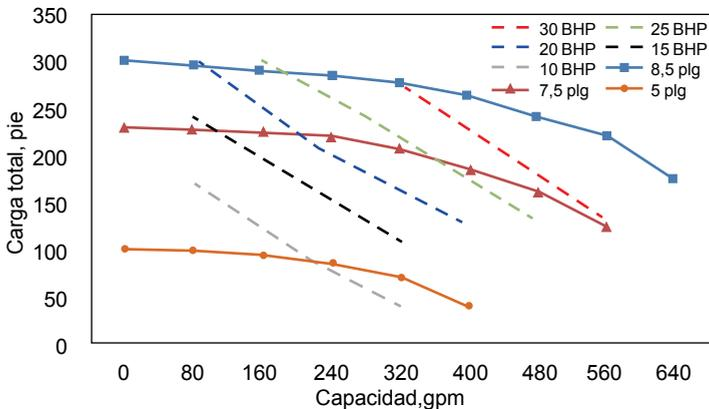

Figura 41. Curva de la bomba para problemas propuestos.
1. Teniendo en cuenta la figura 41, determine cómo cambian la capacidad, la carga y la potencia al freno (B. H. P.) cuando se pasa de 5" a 7.5" de diámetro de impulsor. Sugerencia: seleccione un punto de carga y capacidad para el diámetro menor, vaya en diagonal hacia el punto de máxima eficiencia y lea el rendimiento en el corte con la curva de diámetro 7 1/2".